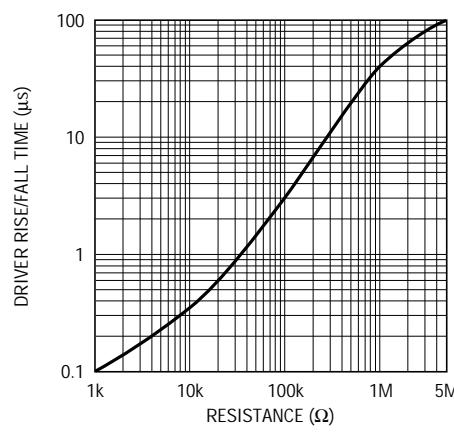

図29. V.10 ドライバの立上りおよび立下り時間と抵抗値
V.10ドライバの立上りおよび立下り時間は、423 SET(ピン25)とグランドの間に $1/8W$ 、5%抵抗を配置してプログラムされます。ドライバの立上りおよび立下り時間と抵抗値のグラフを図29に示します。